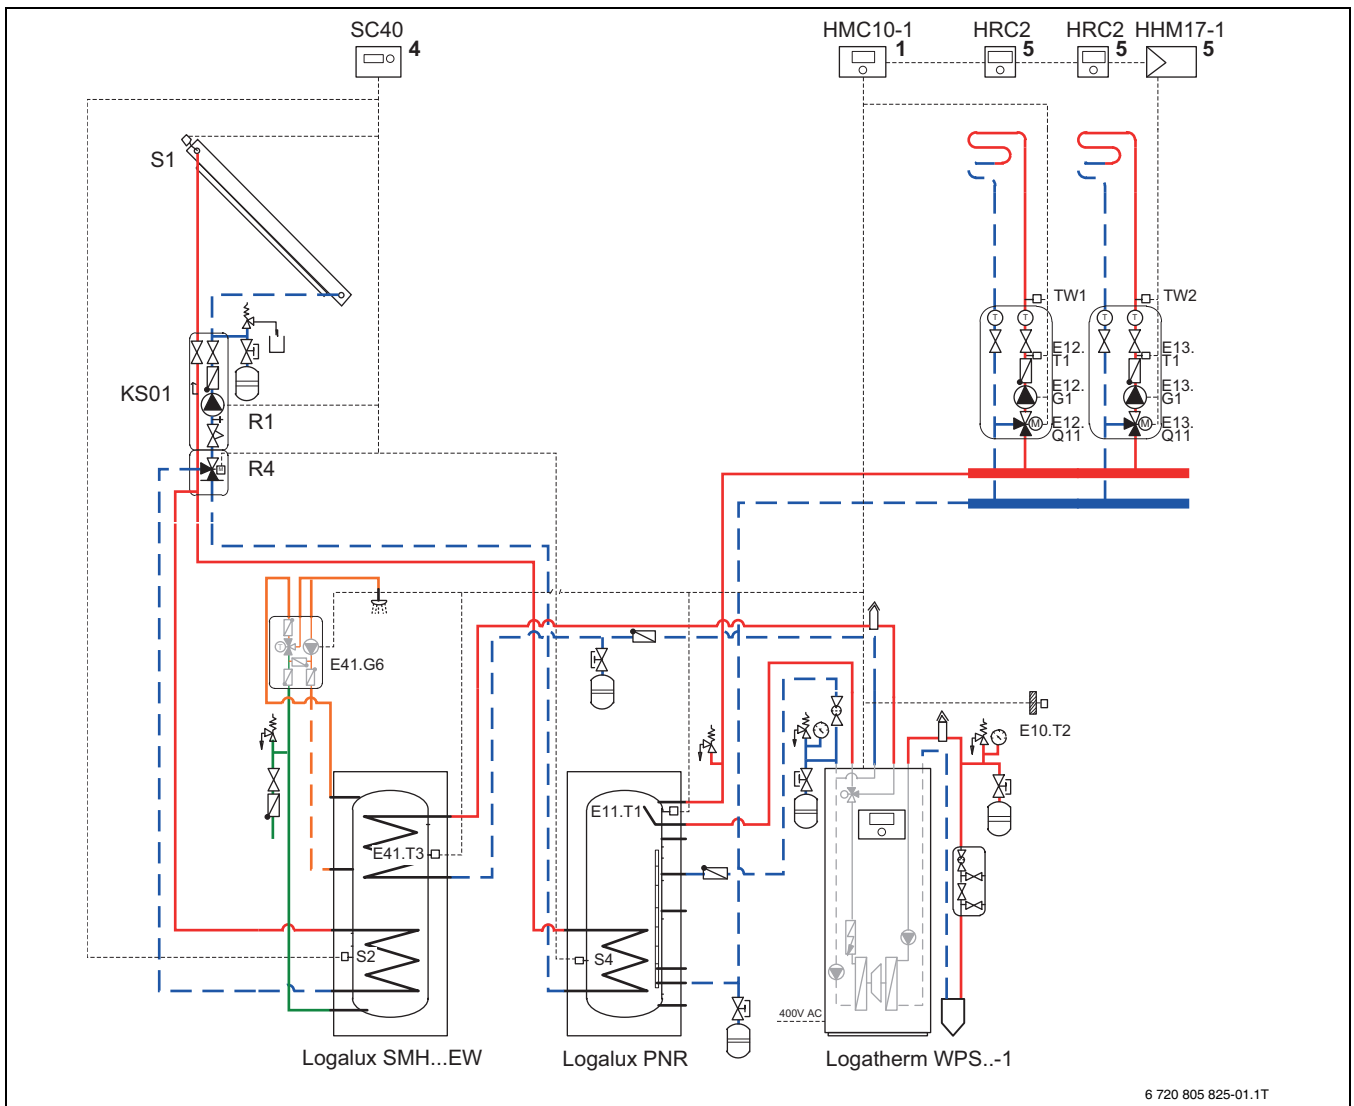

Bild 80 Schaltbild für das Anlagenbeispiel (Abkürzungsverzeichnis → Seite 71)
- Anlagenbeispiel Bild 80 ist eine abgestimmte und geprüfte Systemlösung. Sie gewährt eine optimale Funktion und Effizienz.